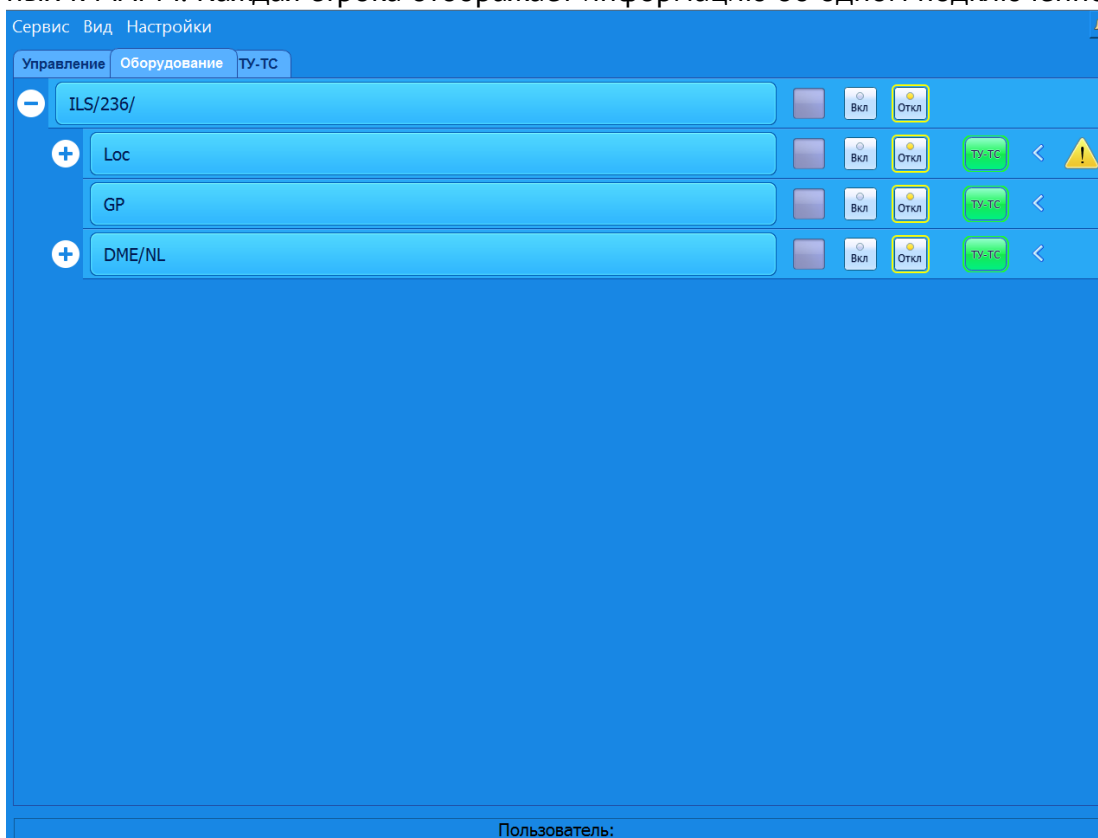

Рисунок 2.3 – Вид вкладки «Все объекты»
2.2.4 На вкладке «Все объекты» (рисунок 2.3) расположен список всех объектов, подключенных к MAPM. Каждая строка отображает информацию об одном подключенном объекте.